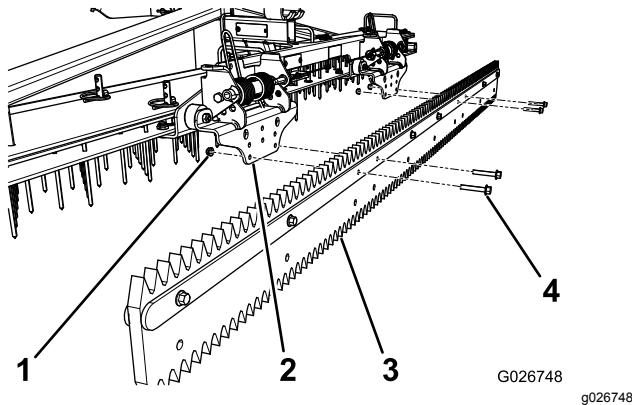

Figure 9
1. Retirez 4 vis et écrous, comme montré à la Figure 9.
2. Alignez les trous du groomer et les trous inférieurs des supports de ressort (Figure 9).
3. À l'aide des 4 vis et écrous retirés précédemment, fixez le groomer aux supports de ressort (Figure 9).